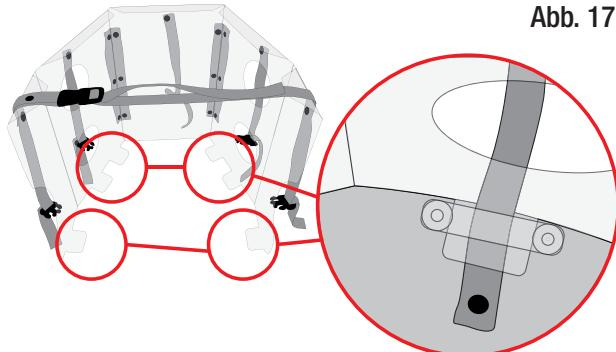

Abb. 17
- die Lamellen in die vorgesehenen Schlitze stecken (Abb. 17),